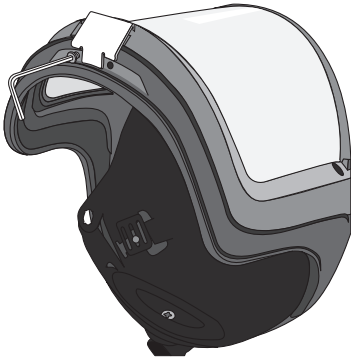

Fig. 6
- Usa los dos tornillos provistos y una llave Allen de 5/64 (2 mm) para asegurar el sistema de bloqueo en su lugar, como se muestra en las Fig. 6 y 7. Apriete los tornillos con la mano hasta que estén seguros, pero no demasiado apretados.